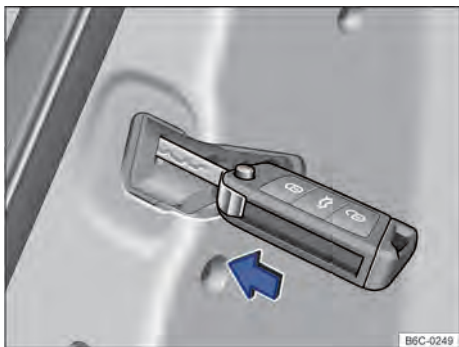

Fig. 53 Nas portas, dianteira direita e traseiras: travamento de emergência do veículo com a haste metálica da chave.
- Inserir a haste metálica da chave na fenda → Fig. 53 e pressionar.